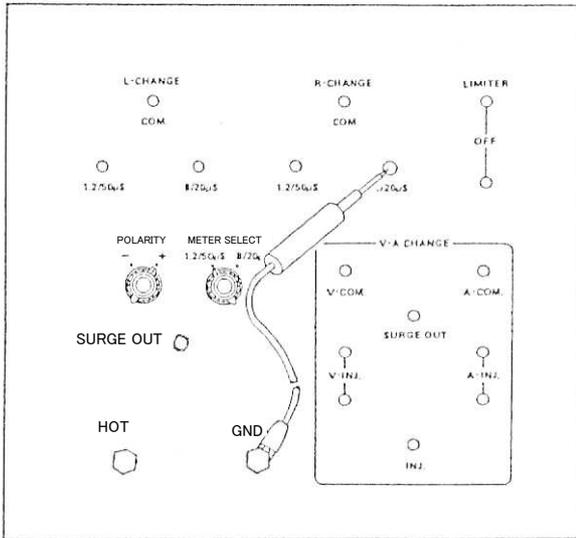

図3
1. 図3の要領に従って、添付品の放電プローブで出力波形切替部各端子の残留電圧を放電させます。放電プローブのクリップを GND 端子⑮ (図2、及び図3参照) に接続し、他の端子との間を約5秒間ずつショートさせます。
1. 添付品の放電プローブで、出力波形切替部各端子の残留電圧を放電させます。(図3参照)
1. 添付品の放電プローブで、出力波形切替部⑭と重畳切替部⑯の各端子の残留電圧を放電させます。(図 3 参照)